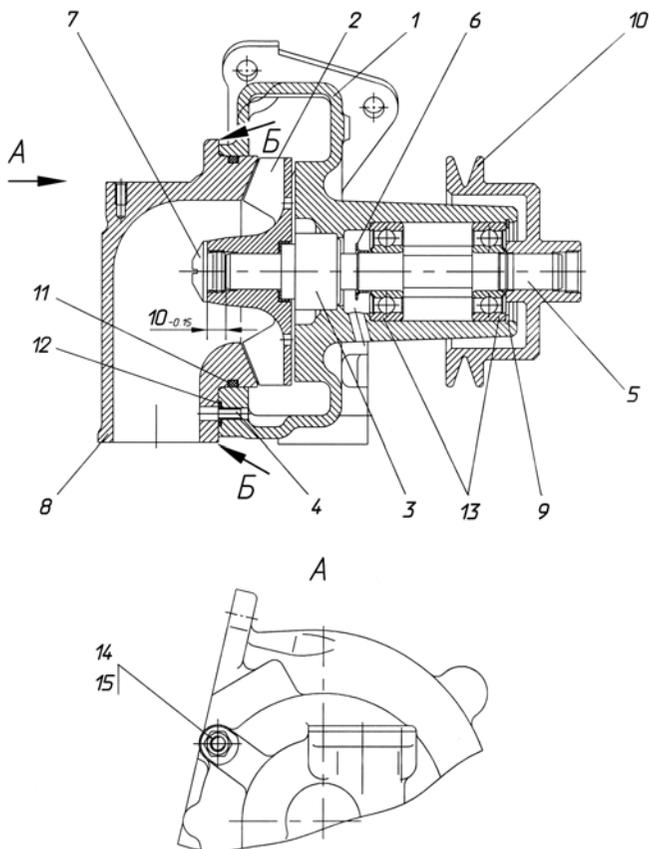

Рис. 13. Водяной насос:
5. Отвернуть гайки 14 (рис. 13) патрубка 8.
13. Выпрессовать из корпуса 1 вал 5 с водосбрасывателем 6 и подшипниками 13 (см. рис. 13).
2. Напрессовать на вал 5 (рис. 13) подшипники 13 и водосбрасыватель 6. При этом необходимо:
9. Напрессовать крыльчатку 2 в сборе с манжетой и уплотнительной втулкой на вал 5 (рис. 13). При этом необходимо:
- установить крыльчатку ив вала в размер  $10_{-0,15}$  мм (рис. 13) между торцом вала и торцом ступицы крыльчатки. Для этого необходимо при запрессовке установить на торец вала диск диаметром не более 13 мм и высотой  $10_{-0,15}$  мм.